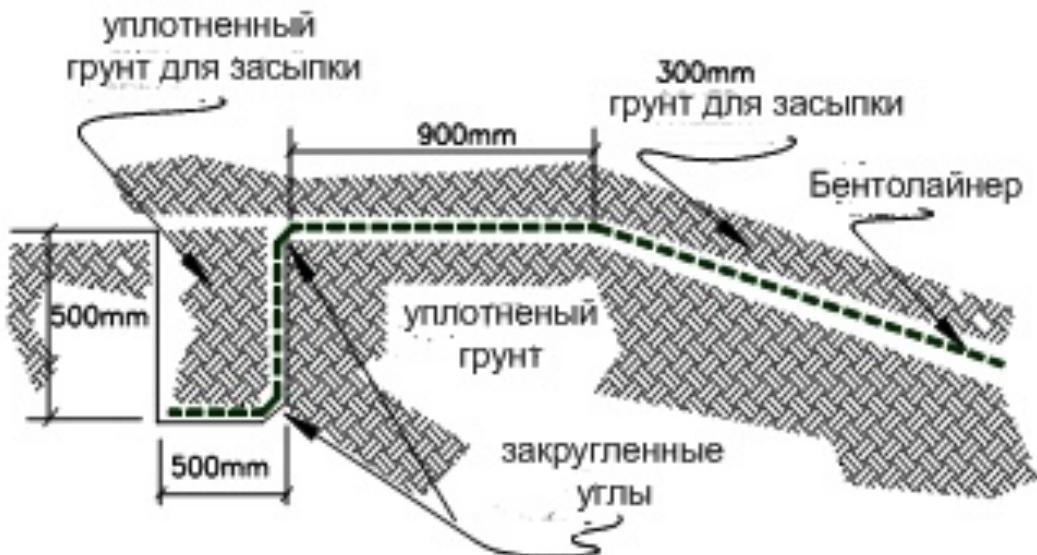

Рисунок 2. Типичное расположение анкерной траншеи
5.3 Оборудованию способному повреждать БЕНТОЛАЙНЕР-рулоны запрещено воздействовать непосредственно сверху. Монтаж может производиться таким образом, чтобы происходило разворачивание БЕНТОЛАЙНЕР вслед за движением волочильного механизма (рис.2, демонстрирующий типичную бентоматную укладку). При повреждающих монтажным оборудованием вмятинах земляной подушки ее необходимо приводить в первоначальный приемлемый вид и только после этого продолжать укладку.
9.3 Если траншея используется для закрепления края БЕНТОЛАЙНЕРА, вынутый из нее грунт надо обратно засыпать в нее, таким образом будет обеспечено сопротивление вытяжению. Размер и форма траншеи, а также процедуры по обратному заполнению траншеи грунтом оговариваются соответствующими извлечениями из проекта и спецификациями. Типичные размеры анкерной траншеи представлены на рис.2.